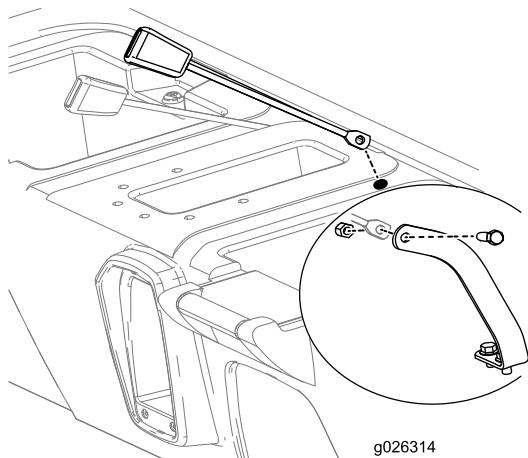

Рисунок 10
- Вставьте крепежную сторону приемного конца каждого узла блокировки ремня безопасности в одно из вновь просверленных в основании сиденья отверстий (Рисунок 10).
- Установите приемный конец каждого ремня безопасности на узел крепления каждого ремня безопасности с помощью болта (7/16 дюйма) и гайки (7/16 дюйма), как показано на Рисунок 10.